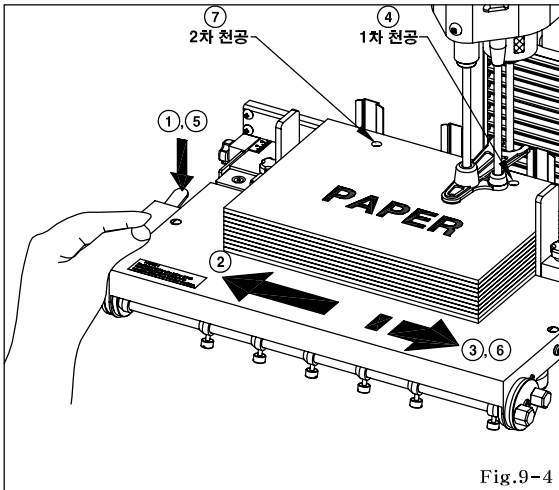

Fig.9-4
• 테이블이동레버(8)를 눌러 테이블(10)을 왼쪽으로 이동시킨 후 테이블을 오른쪽으로 밀면서 테이블이 간격조절스토퍼에 멈출때 천공을 한 후(1)~(4) 다음 위치로 이동할 때에는 엄지손가락으로 테이블이동레버(8)를 눌러 테이블이 이동하기 시작하면 엄지손가락을 레버로부터 떼고 다음 위치에서 멈출때까지 이동한 후 천공(5)~(7)을 하시면 됩니다(Fig.9-4).